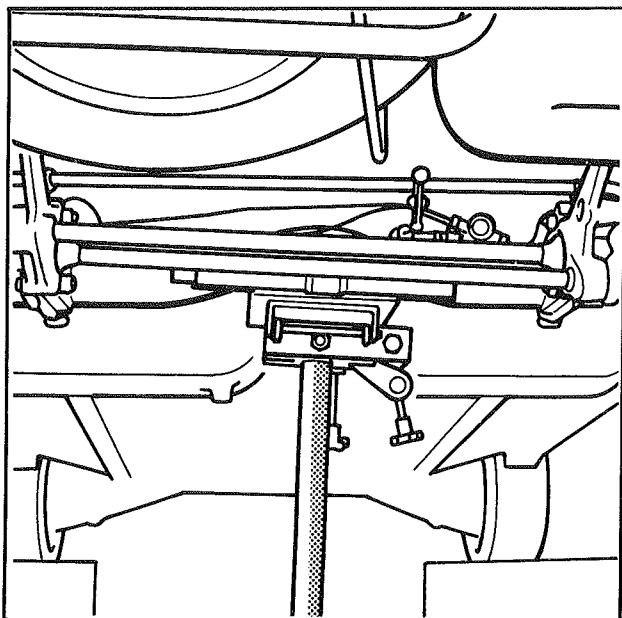

Fig. 7
- Placer une chandelle hydraulique sous la traverse AR (Fig. 7)